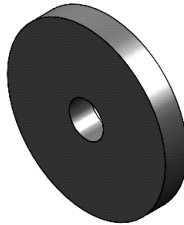

Рисунок 5.2
1. У новому вікні побудуйте ведене колесо радіусом $R1$, завтовшки $H1$ і з посадочним отвором діаметром $D1$ (рис. 5.2).